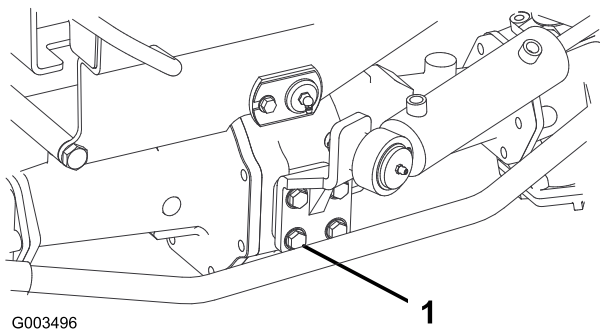

Figure 54
2. Contrôlez le couple de serrage des boulons de fixation du vérin de direction (Figure 54). Il doit être de 65 à 81 Nm.